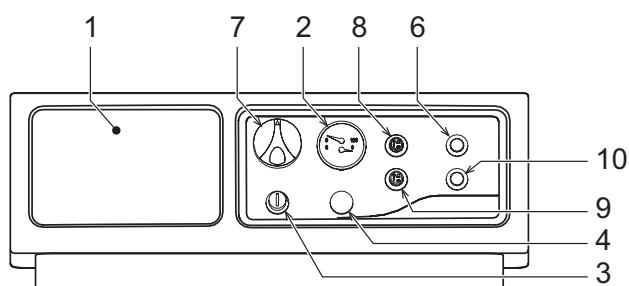

рис. 1 - Панель управления
- Переведите выключатель котла "8" в положение "включено" (рис. 1).
- Если котел оборудован электронным термостатическим блоком управления, установленным в положении 1, рис. 1, пользователь должен также соблюдать инструкции, предоставляемые изготовителем данного блока.
Если повернуть рукоятку 7, рис. 1 и по часовой стрелке, температура воды в системе отопления повышается, против часовой стрелки - понижается. Температуру воды в системе отопления можно регулировать в пределах от 30° до 90°. Однако не рекомендуется эксплуатировать котел при температуре ниже 45°.
Задайте с помощью комнатного термостата нужную температуру внутри помещения. При поступлении команды от комнатного термостата котел включается, обеспечивая нагревание воды в системе отопления до температуры, заданной регулирующим термостатом 7, рис. 1. При достижении в помещении желаемой температуры котел выключается.
Давление напора при заполнении холодного контура, считанное гидрометром котла, поз. 2 на рис.1, должно составлять приблизительно 1,0 бар. Если во время работы давление воды в системе упало (из-за испарения растворенных в воде газов) до величины ниже вышеуказанного минимума, пользователь должен открыть кран подачи воды и довести давление до первоначального значения. По окончании операции всегда закрывайте кран подачи воды.